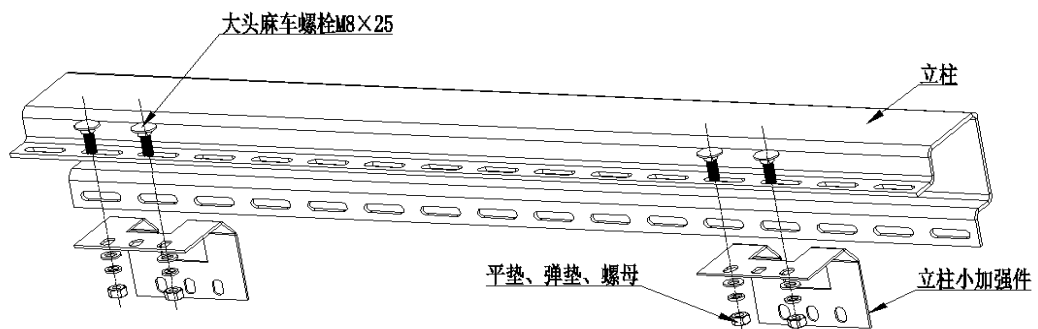

图 3-12 非观光井道立柱加强件安装示意
3.2.3 立柱加强件分为‘小加强件（长度 98mm）’、‘大加强件（长度 1100mm）’，其中一部分‘小加强件’是连接横档与立柱用的，因此装横档就要用到‘小加强件’。当井道观光时，采用‘大加强件’，当井道非观光时，采用多余的小加强件，在在整台电梯安装调试完成后，装井道玻璃之前才安装。并要注意图 3-12 所示，装‘大加强件’所用的标准件：2 个大头马车螺栓 M8 × 25。